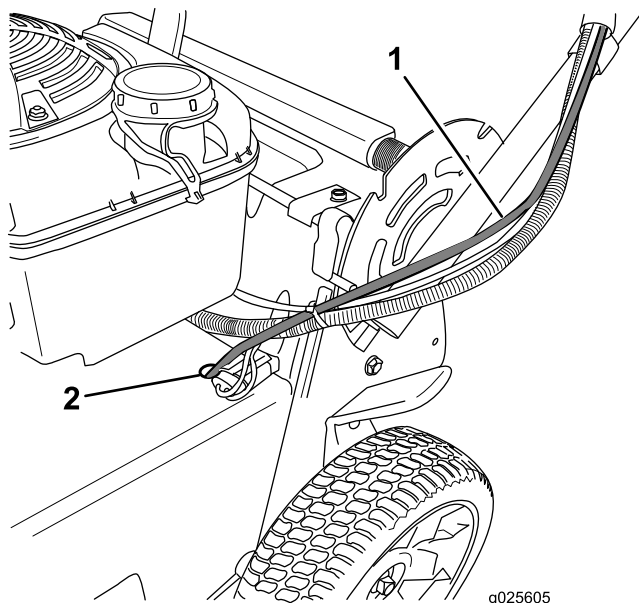

Figure 4
6. Acheminez le câble vers le haut, le long du côté gauche du guidon, comme montré à la Figure 4.